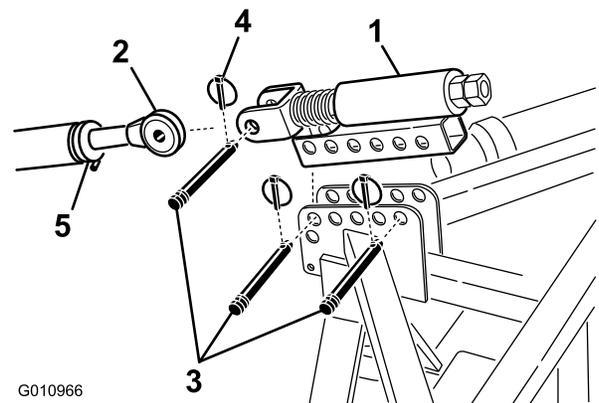

図 9
1. リンク・ピンとリンチ・ピン 2本ずつをつかって、スプリング付き上リンクをエアレータのブラケットに取り付ける（図 9）。
2. トラクタの上リンクのロックナットをゆるめる。上リンクの長さを調節して、上リンクと、エアレータのスプリング付き上リンクのクレビスとを整列させる（図 9）。
3. トラクタの上リンクを、スプリング付き上リンクのクレビスに接続し、リンク・ピンとリンチ・ピンで固定する（図 9）。
6. スプリングの長さが 13 mm になるように、上リンクを回転させてスプリングを押し縮める (図 9)。